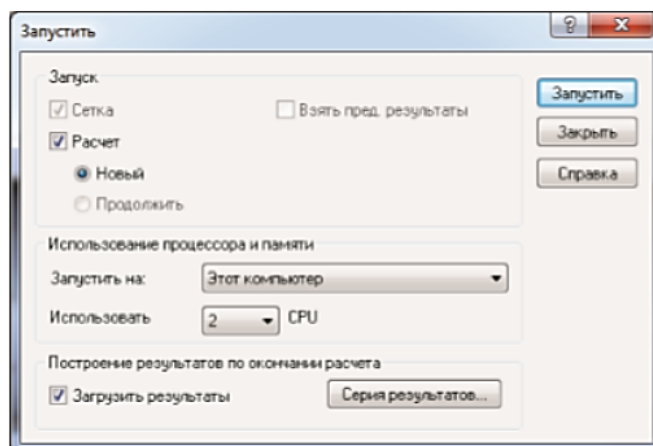

Рис.13 – Меню «Запуску»
11. Після цього на екрані з'являється меню «Запуску», в якому потрібно встановити параметри розрахунку (рис.13).